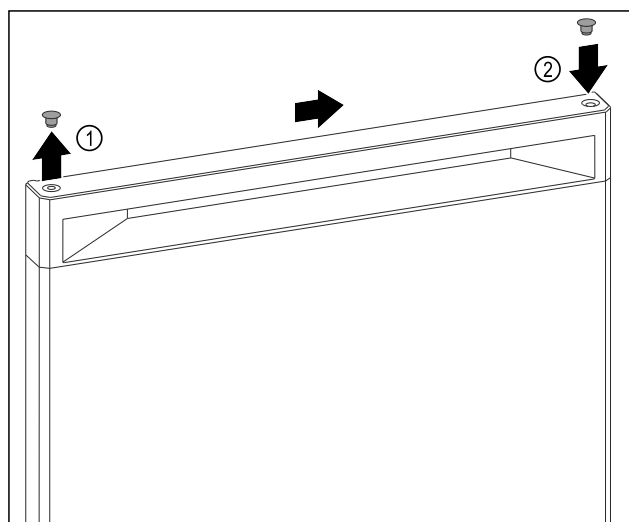

Fig. 7
- Levantar con cuidado el tapón de la tapa del lado superior de la puerta Fig. 7 (1) con el destornillador plano.
- Insertar el tapón de la tapa en el lado opuesto. Fig. 7 (2)